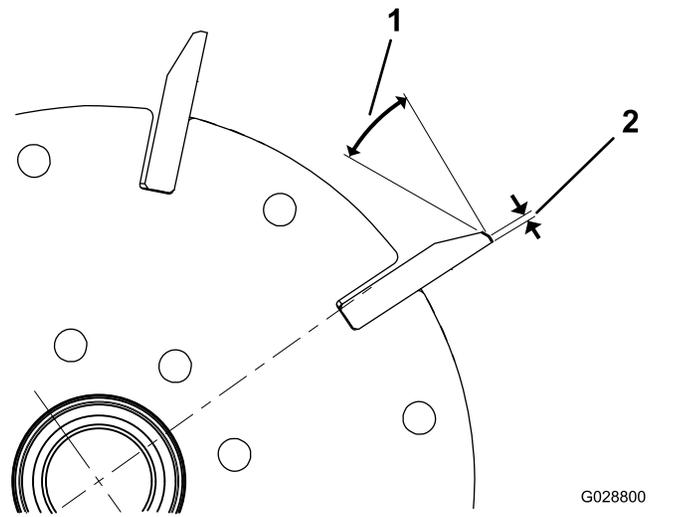
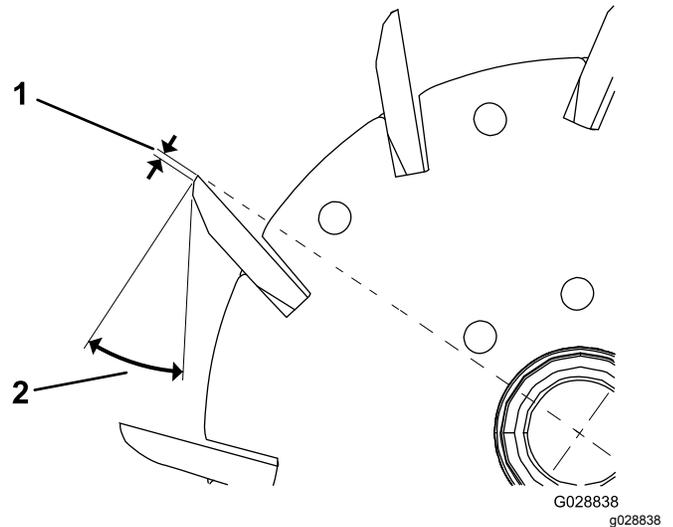

图23
图24
1. 对所有滚刀棱面进行 30 度铲磨直至棱面宽度达到 1.3mm 图23 和 图24。